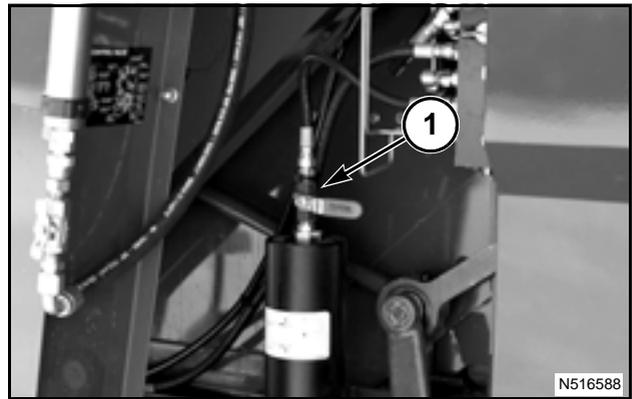

FIG. 232
FIG. 232: Una válvula (1) es proveída para restringir o eliminar totalmente la acción del acumulador cuando él no fuera necesario. Gire la válvula para derecha hasta cerrarla y aislar el acumulador del sistema.